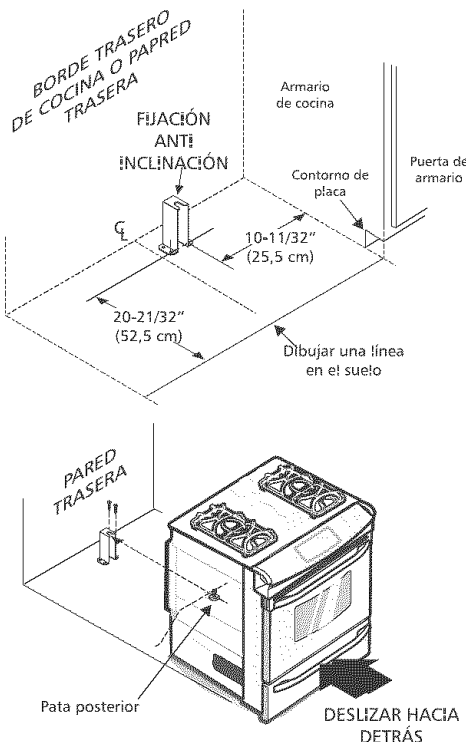

Figura 9
2. Despliegue el papel modelo y situarlo plano en el suelo con los bordes de frente y laterales ubicados exactamente sobre la línea del armario que acabe de dibujar. (Utilice el diagrama de abajo para situar las fijaciones si no viene incluido en el modelo). (figura 9).